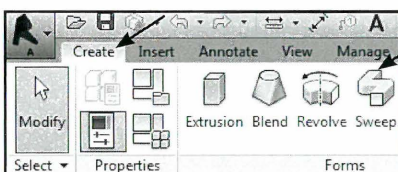

Fig. 08.28. Vælg Create - Sweep.
- Tryk *Create - Sweep* (Fig. 08.28).